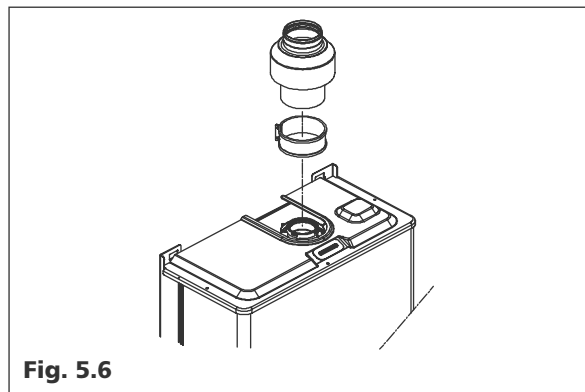

Fig. 5.6
**Mynute Rain Green****Installazione forzata aperta (B23P-B53P) (Fig. 5.6)**